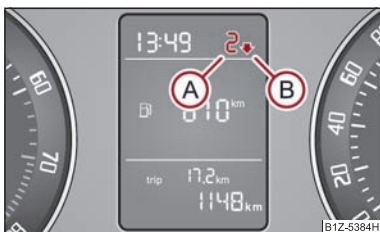

Fig. 17 Recomandarea treptei de viteze
Pe afășajul panoului de bord apare o informație despre treapta de viteză selectată (A) ⇒ fig. 17.